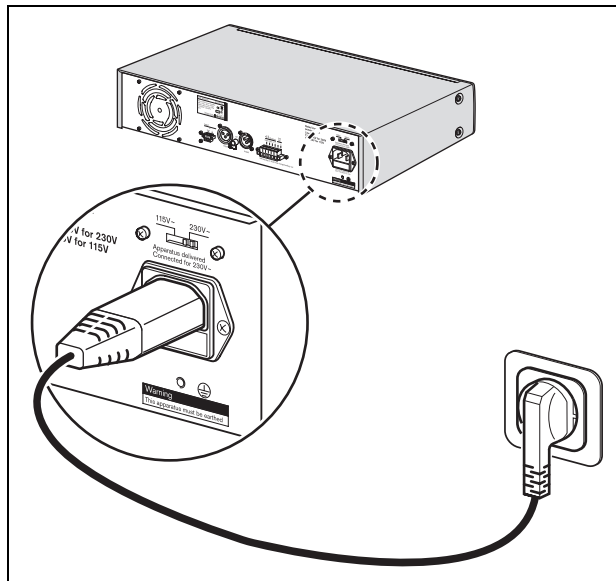

figura 5.1: Selettore di tensione
- 1 Verificare che il selettore di tensione (115V/230VCA) sia correttamente impostato per la tensione dell'alimentazione erogata nel paese di utilizzo del dispositivo (vedere la figura 5.1).
- 2 Posizionare il pulsante di alimentazione (1) nella parte anteriore dell'unità su On - premuto.